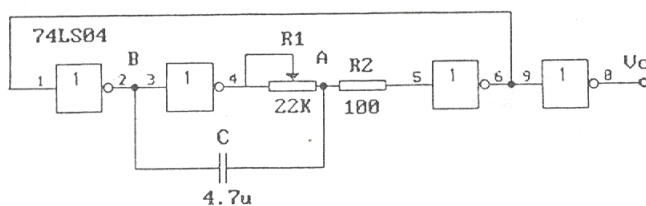

图 7.2
- (2). 由 TTL 门电路构成多谐振荡器 按图 7.2 接线, 用示波器测量频率变化范围。观测 A、B、V_o 各点波形并记录。